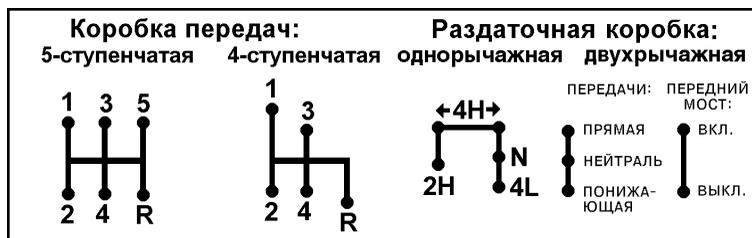

Рис. 3.3. Положения рычагов коробки переключения передач и раздаточной коробки:
**22 -рычаг включения переднего моста и понижающей передачи.** На автомобиль возможна установка однорычажной или двухрычажной раздаточной коробки (положения рычагов см. на рис. 3.3);
**24 -рычаг переключения передач.** На автомобиль возможна установка коробок переключения передач с различными схемами переключения (положения рычагов см. на рукоятке рычага переключения передач и на рис. 3.3);